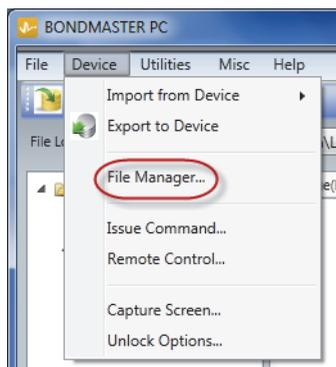

Figure 7-16 Commande File Manager
- ◆ Dans le menu **Device** du logiciel pour PC Bondmaster, sélectionnez **File Manager** (Gestionnaire de fichiers) [voir la Figure 7-16 à la page 216].